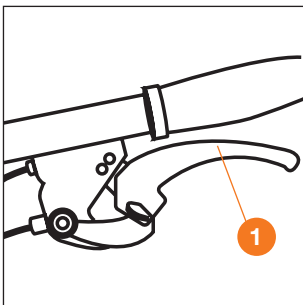

Рис. 16
- Установите рычаг сцепления **1** в среднюю позицию (Рис. 16).